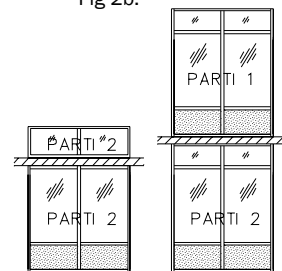

Fig 3a.
1) Glaspartiet fästes med skruv c/c max 565 mm (Fig. 3a eller 3b). Vid varje skruv anbringas kilar mellan vägg och glasparti. Kilarna görs ca 20 mm kortare än karmdjupet.
1) Glasspartiet festes med skruer c/c max 565 mm (Fig. 3a eller 3b). Ved hver skrue brukes kiler mellom vegg og glassparti. Kilerne gjøres ca 20 mm kortere enn karmdybden.